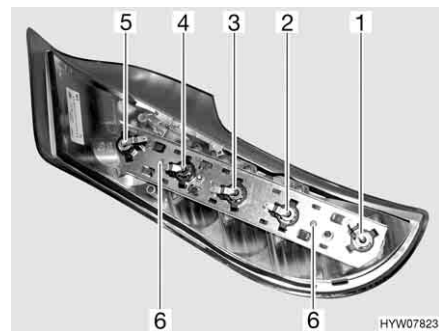

Fig. 161 Luci posteriori (lato posteriore)
- Svitare le due viti Torx (Fig. 161,6) del listello di supporto poste sul lato posteriore dell'involucro.